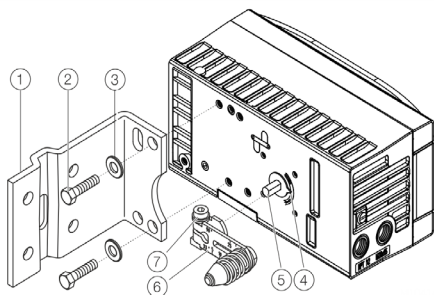
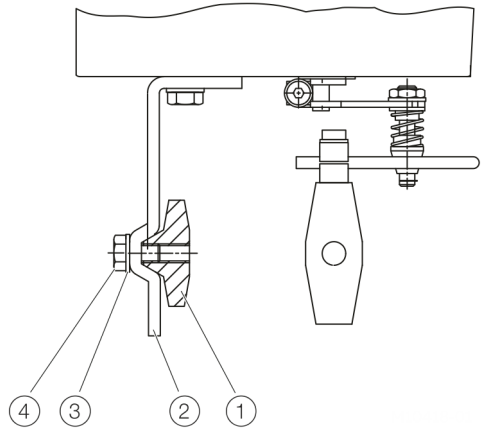
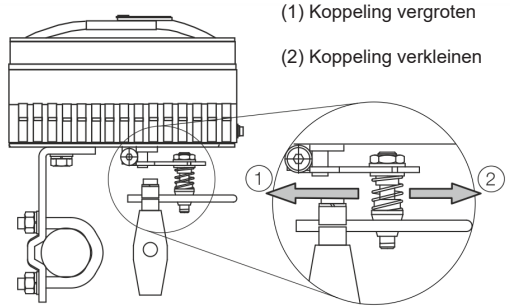

Fig. 3
Fig. 4
Fig. 6
Draai de schroeven zo gelijkmatig mogelijk aan om de latere lineariteit te waarborgen. Lijn de montagebeugel uit in de langwerpige opening om er zeker van te zijn dat het werkbereik symmetrisch is. Stel de klep middenslag in en lijn de hendel horizontaal uit (item 6 Fig. 3) draai dan de montagebout vast (item 4 Fig. 4) (de hendel beweegt tussen de pijlmarkeringen Item 4 Fig. 6).